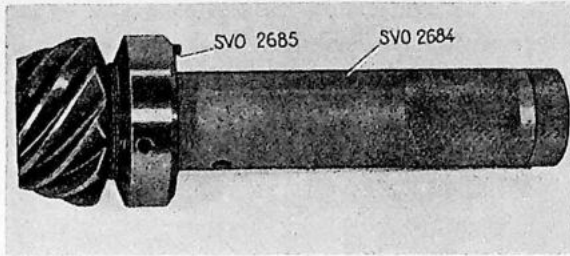

Fig. 4-103. Afstelring en klembus voor pignonaafstelling
1. Polijst het merkvlak van de pignon met buitengewoon fijn schuurlijnen. Zet de afstelring SVO 2685 en de klembus hiervoor SVO 2684 op de pignon, zie Fig. 4-103. Plaats de pignon zo in het huis, dat de schroef van de afstelring naar de bredere kant van het huis wijst.